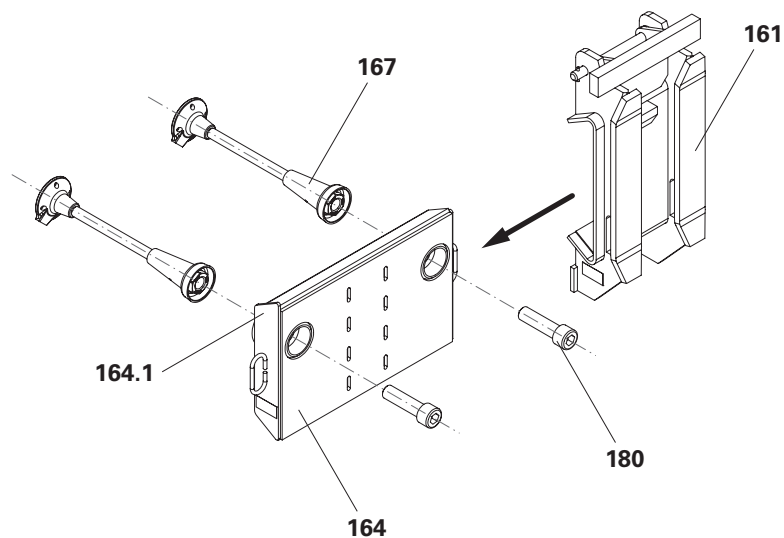

Fig. A3.12
1. Avvitare i dispositivi di ancoraggio (163) e (164) all'ancoraggio di ripresa (167) con vite cilindrica ISO 4762 M30 x 110-10.9 (180).
2. Guidare il dispositivo di sospensione ACS (161) sul dispositivo di ancoraggio (163) o (164), allineare e fissare con la vite di serraggio (161.1).
- (Fig. A3.12 + A3.13)